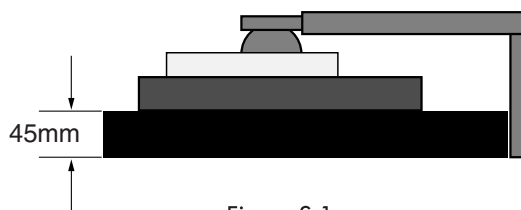

Figure S.1
3. Placez le moniteur face vers le bas sur une surface non abrasive. Placez l'écran sur une plateforme de 45 mm / 1.8 pouces pour que le support soit parallèle à la surface. (Figure S.1)